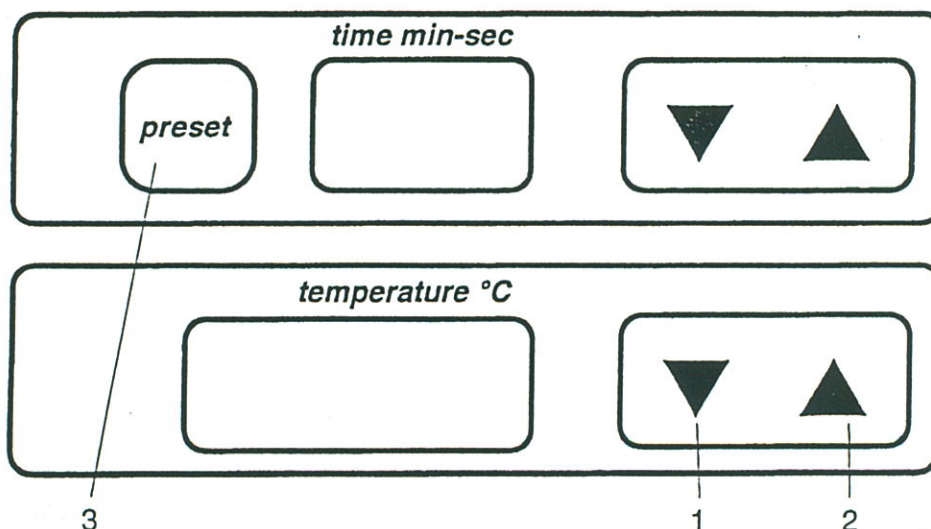

Fig. 9
Når centrifugens låg står åbent forudindstilles temperaturen med knapperne ∇ / \blacktriangle (1) og (2) (fig. 9). Hvis centrifugens låg er lukket og temperaturen ønskes ændret under kørsel, kan dette udføres på følgende måde: Tryk på knappen "PRESET" (3), og hold den inde samtidig med at temperaturen ændres på knapperne ∇ / \blacktriangle . Temperaturen kan indstilles imellem -10°C og $+40^{\circ}\text{C}$.